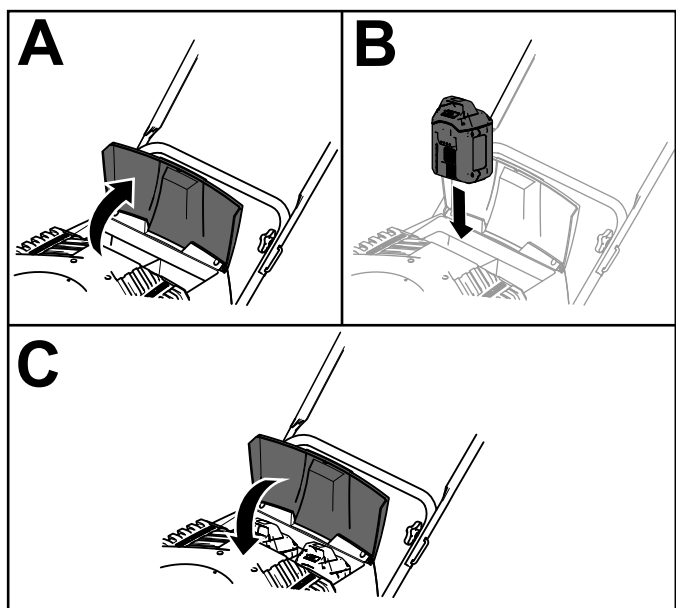

Figure 7
2. Soulevez le couvercle du compartiment de la batterie (A de la Figure 7).
3. Placez le creux dans la batterie devant la languette sur la machine, et glissez la batterie dans le compartiment jusqu'à ce qu'elle s'enclenche en position (B de la Figure 7).
4. Refermez le couvercle du compartiment de la batterie (C de la Figure 7).